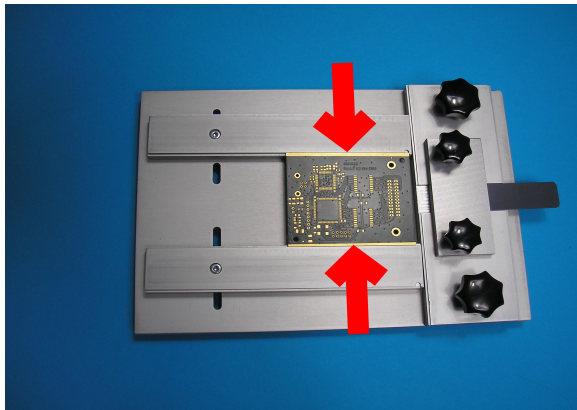

Abb. 4
- 5) Prüfen Sie, ob sich die Leiterplatte auf den Nuten verschieben lässt. Die Leiterplatte sollte so fest eingeklemmt sein, dass sie sich dem dem Schieber E noch gut herausschieben lässt (Abb. 4).